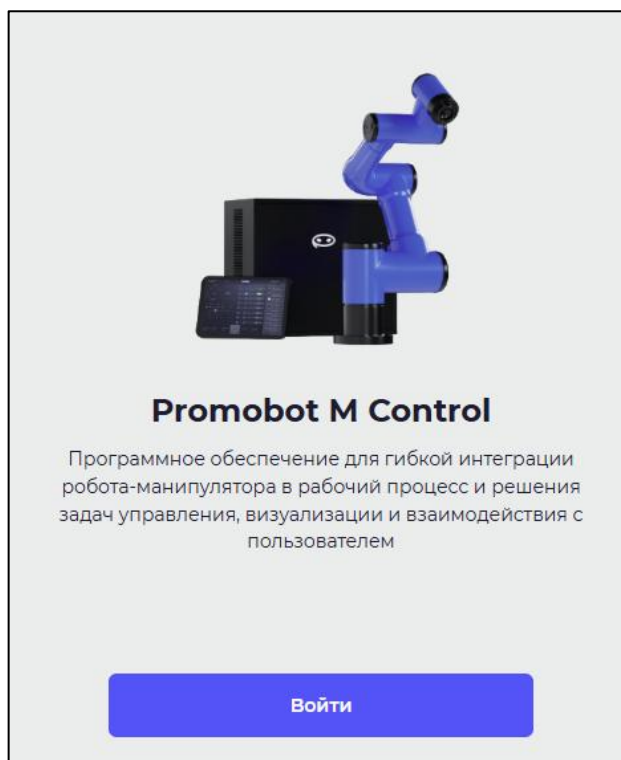

Рисунок I-30 – Кнопка «Войти»
4. Нажмите кнопку включения на пульте управления. Шкаф управления издаст звуковой сигнал, на пульте управления отобразится процесс загрузки управляющего ПО. После загрузки управляющего ПО на пульте управления отобразится кнопка «Войти» (см. Рисунок I-30).